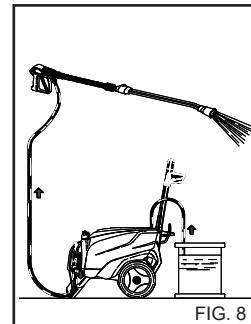

FIG. 8
Etter å ha brukt et vaskemiddel må inntakskretsen for vaskemiddel skylles godt med rent vann, (fig. 8).
1) Etter bruk med vaskemiddel må vannsystemet med høytrykk skylles. La pumpen gå i 1 minutt med doseringsskranen lukket igjen. (fig. 8).
- 4) Etter bruk med vaskemiddel må vannsystemet med høyt trykk skyllies. La pumpen gå i 1 minutt med doseringskranen lukket igjen. (fig. 8).